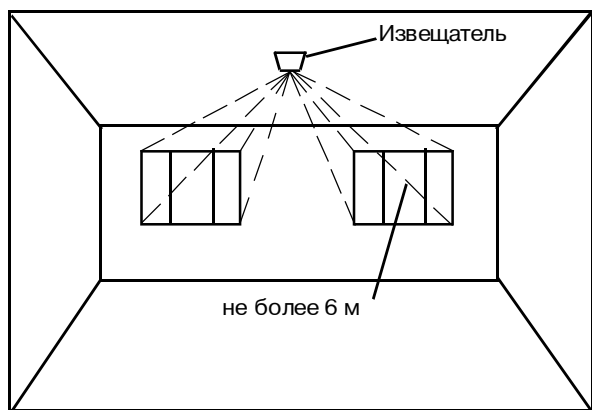

Рис. 3 - Установка извещателя на потолке
1. Извещатель рекомендуется устанавливать на высоте не менее 2 м (см. примеры установки на рис. 3 – 6).